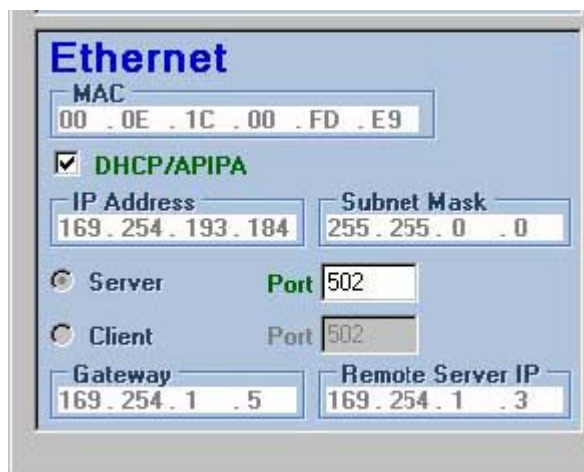

Abbildung 23 Ethernet-Abschnitt des Utility-Programms
In Abbildung 23 und Tabelle 9 finden Sie eine Beschreibung der Felder für die Ethernet-Konfiguration.
3. Ändern Sie ggf. die Geräteeinstellungen. In Abbildung 23 und Tabelle 9 finden Sie eine Beschreibung der Einstellungen. Klicken Sie nach abgeschlossener Konfiguration auf **SAVE SETTINGS**.